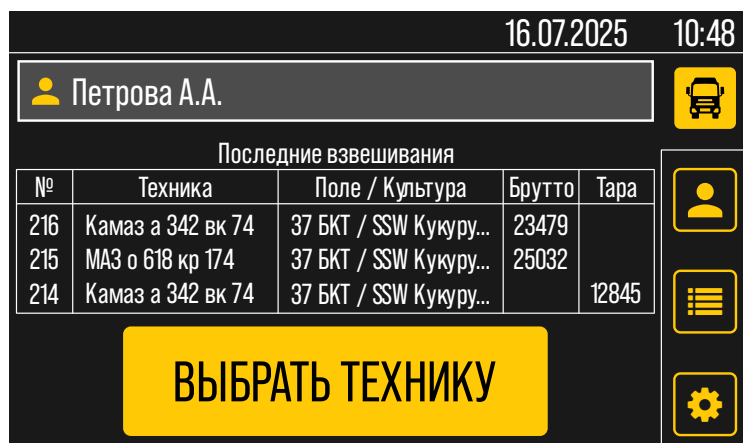

Рис.20. Экран выбора техники
- Перейдите на экран выбора техники (Рис.20), нажав кнопку  в боковом меню справа.